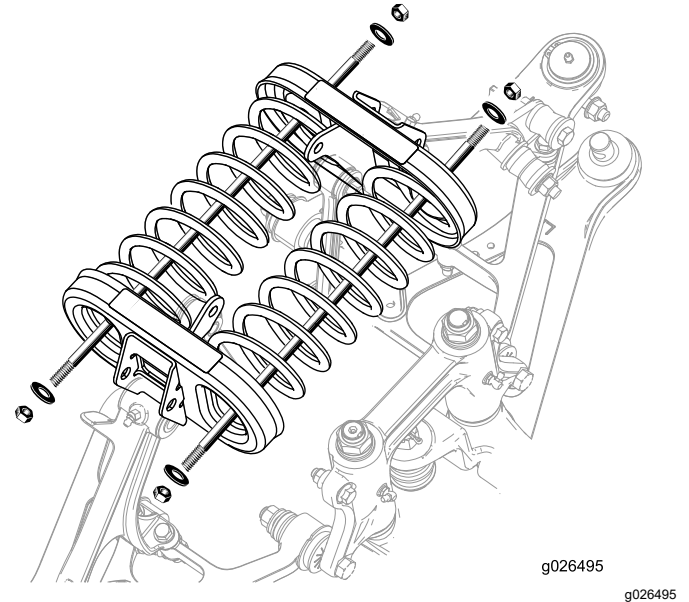

Figura 19
3. Instale as porcas e anilhas em ambas as extremidades da haste (Figura 19).
4. Aperte uma porca em cada haste para prender as molas (Figura 19).